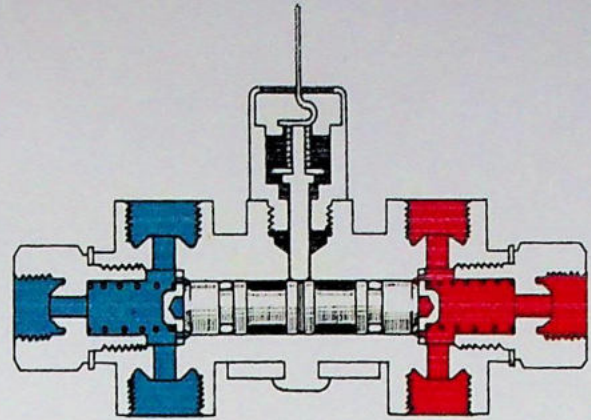

Fig. 5-32. Normale stand
Gedurende de remwerking en indien de remkringen onbeschadigd zijn, is de hydraulische druk op de zuigers min of meer aan beide zijden gelijk. (Fig. 5-32). Maar zou bijvoorbeeld de druk in de sekundaire kring iets hoger zijn, dan zal deze trachten om de zuigers in de figuur naar rechts te verplaatsen. Dit veroorzaakt, dat de drukring (11) opgelicht wordt en dat de druk van de veer (9) de zuigerbeweging tegenwerkt.